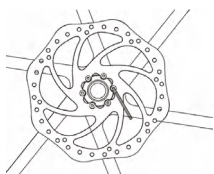

Fig. 2-2 Llave hexagonal de 3 mm para apretar los tornillos de fijación del disco
- ① Instale el disco en el buje, tenga en cuenta que el logotipo del disco debe estar orientado hacia el exterior (rotación de la rueda en el mismo sentido que las flechas del disco) y, a continuación, utilice los tornillos de montaje del disco para bloquearlos ambos a medio apriete. Para garantizar la planitud del disco, los tornillos del disco deben apretarse alternativamente en posiciones opuestas.
- ② Usando guantes protectores, aplique algo de fuerza al disco en el sentido de las agujas del reloj mientras aprieta los tornillos de fijación del disco en orden diagonal (como se muestra en la Fig. 2-1 y Fig. 2-2).
- ③ Par de apriete del tornillo de retención del disco 60kgf-cm (55 lb-in)